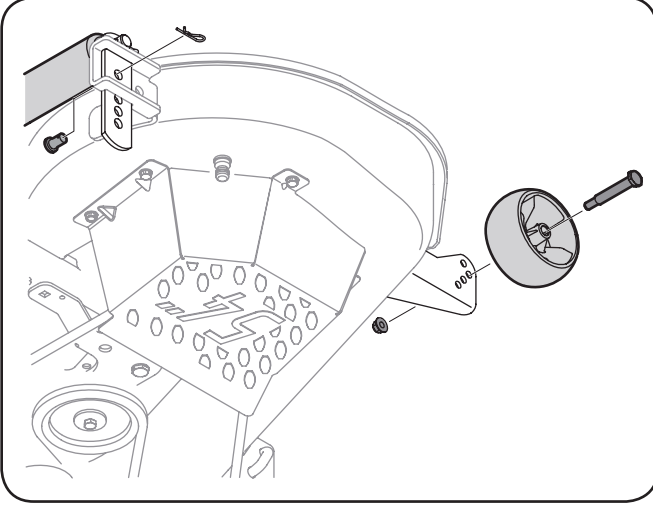

Figure 3-4
e. Enlevez les axes de chape et les goupilles épingles des supports de gauche et de droite du rouleau de plateau de coupe. Voir la Fig. 3-4.
- b. Démontez les roues de guidage avant et arrière (en option) en enlevant les écrous de blocage et les vis à épaulement qui les retiennent sur le plateau de coupe. Voir la Figure 3-4.